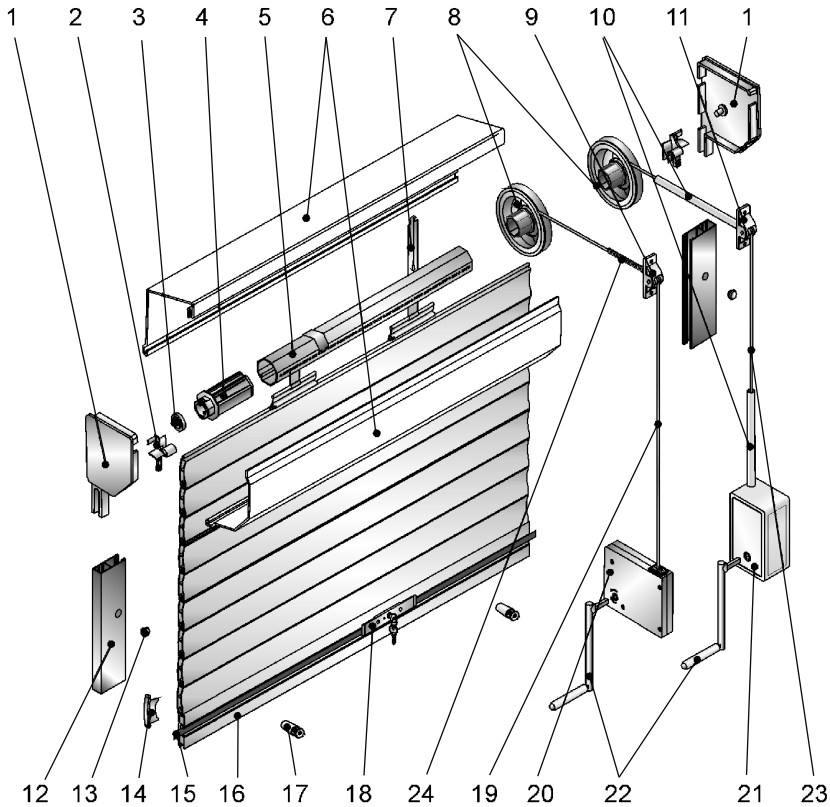

Рис. 5. Комплектация роллет со шнуровым или кордовым приводом:
- шнуровой (рис. 5 п. 20)
- кордовый (рис. 5 п. 21)